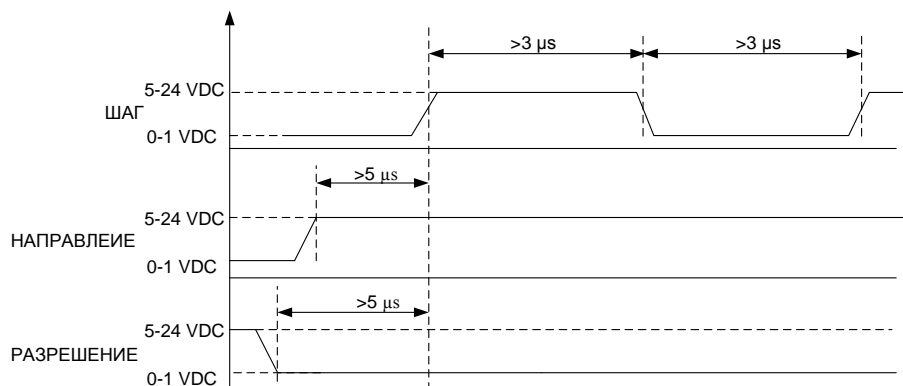

Рис. 3. Осциллограммы управляющих сигналов.
8. Для управления шаговым двигателем посылайте требуемые логические сигналы «ШАГ» (вход STEP+/STEP-), «НАПРАВЛЕНИЕ» (вход DIR+/DIR-), «РАЗРЕШЕНИЕ» (вход EN+/EN-) в соответствии с рис. 3. Поворот вала на один шаг или часть шага осуществляется по фронту сигнала «ШАГ». Изменение направления вращения осуществляется изменением уровня сигнала «НАПРАВЛЕНИЕ». Отключение обмоток двигателя осуществляется по фронту высокого напряжение на входе «РАЗРЕШЕНИЕ».